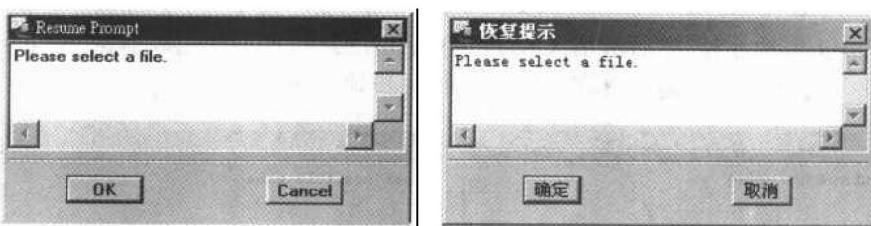

图1.11
- [在 Resume Prompt(恢复提示)对话框中输入提示内容: Please select a file.(如图 1.11 所示), 然后单击 OK(确定)按钮]